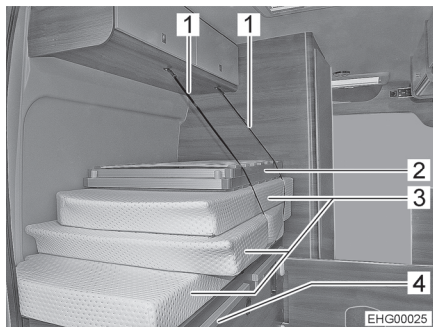
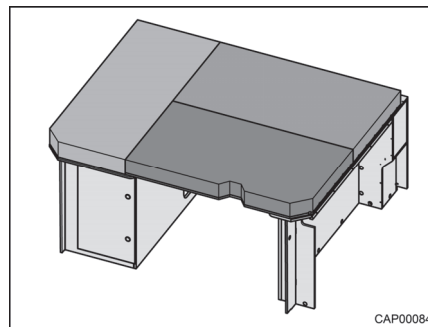

Fig. 30 Lit arrière (position de transport)
Fig. 31 Lit arrière (transformé en couchette)
- Déverrouiller les sangles de sécurité (Fig. 30,1).
- Déplier le sommier (Fig. 30,2) et le poser sur des barrettes (Fig. 30,4) au-dessus du couloir central.
- Répartir les coussins (Fig. 30,3) sur la couchette comme représenté à la Fig. 31.
- Empiler les coussins et le sommier sur le meuble bas de gauche comme représenté à la Fig. 30.
- Bloquer les coussins et le sommier avec des sangles de sécurité (Fig. 30,1).